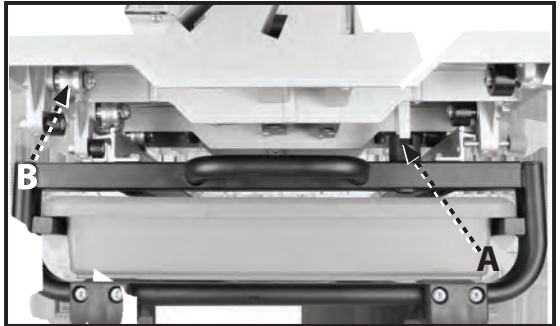

FIGURE 8
1. Coloque el cerrojo de la mesa ranurada (A, Fig. 8) en la posición abierta de forma tal que la ranura esté en paralelo con los rieles en el marco principal.
2. Coloque la mesa de trabajo (9) de forma tal que los dos cojinetes de la izquierda (B, Fig. 8) en la parte inferior calcen, uno arriba y otro abajo, con el riel izquierdo del marco principal. El disco sobre la derecha de la mesa de trabajo deberá moverse a lo largo de la parte superior del riel derecho en el marco principal.